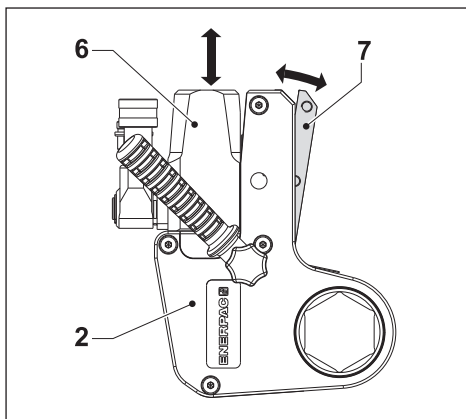

Fig. 4
3.3.1 Remoção do cassete (fig. 4 e 5)
3.3.2 Montagem do cassete (fig. 4 e 5)
- Puxe a alavanca trava (7) para fora.
- Certifique-se de que o engate de retração (11) esteja alinhado com o ponto de encaixe (13) da alavanca da catraca. Se necessário, gire a haste do pistão.
- Coloque a unidade de acionamento sobre o cassete e empurre o ressalto (12) através da abertura para dentro da placa localizadora da unidade de acionamento (14).
- Empurre a alavanca de liberação (7) novamente para dentro do cassete (2). Certifique-se de que a esfera detente se encaixa no lugar. Verifique se a alavanca de liberação está totalmente fechada.